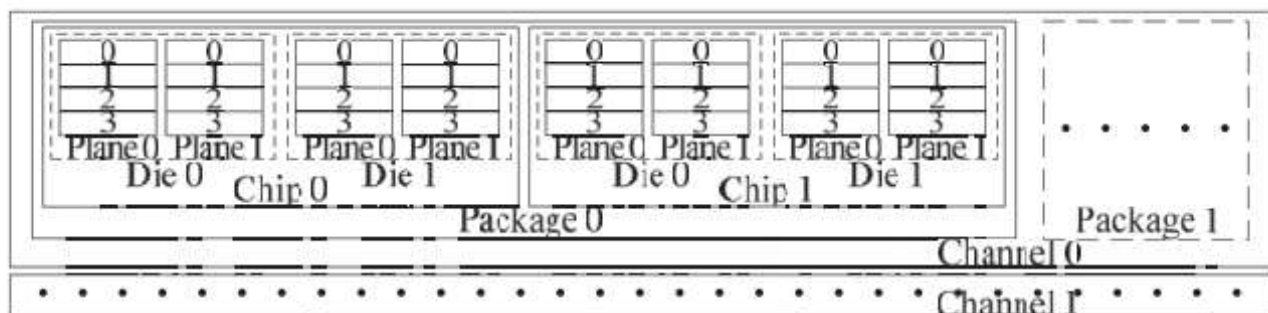

Fig. 3. An SSD internals.
- 源页和目标页必须具有相同的die和plane地址，它们的地址必须是奇数或偶数。如图3所示，copyback命令操作只能将数据从第0页到第2页，或从第1页到第3页，以此类推。禁止将数据从0页移动到第1页或第3页。我们称之为限制 Rb
- blocks执行一个multiplane erase操作必须有相同的die和block地址，如图3，只有来自plane0的page1和来自相同的die的plane1的page1才能通过使用multiplane 的读/写操作同时读写。读/写来自plane0的page1和来自plane1的page3，使用multiplane 读/写操作是禁止的，称为限制 Rc